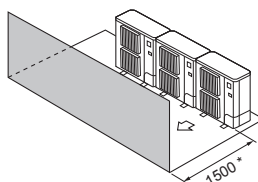

Fig. 2-10
- ③ Кедергілер тек алдыңғы жағында (Fig. 2-10)